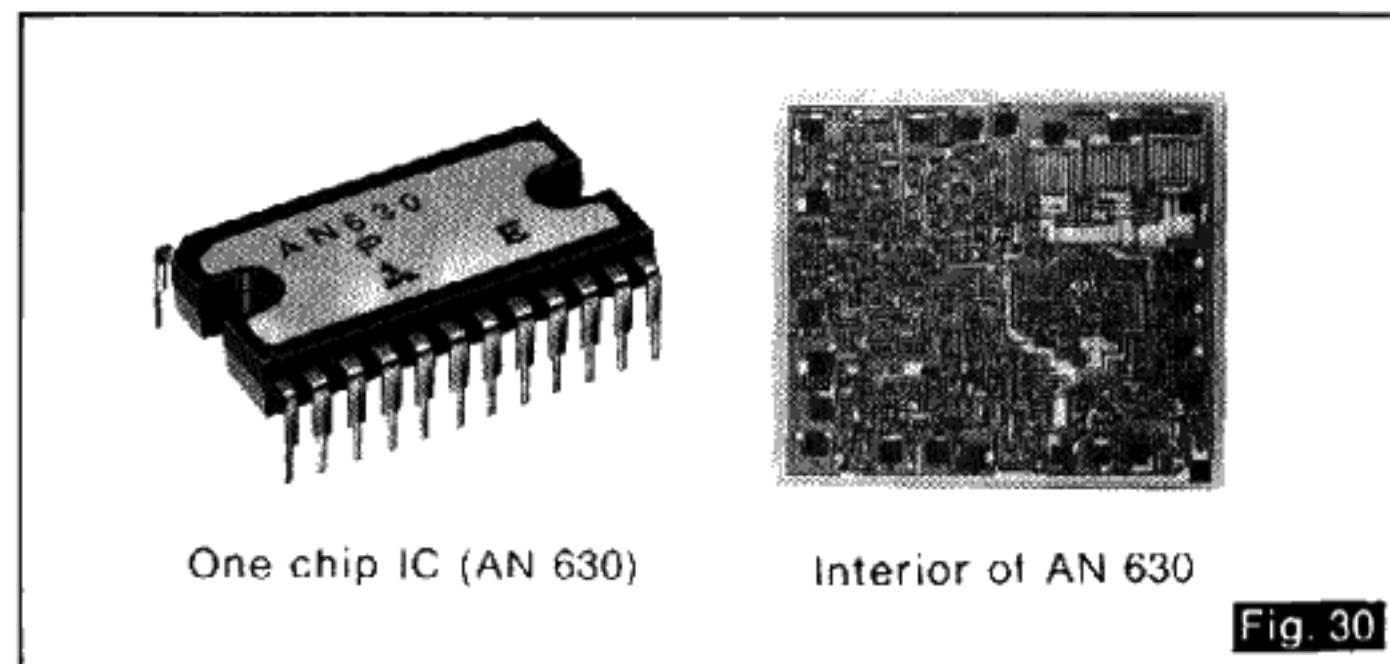

Fig. 30
- **Dependable one chip IC.** (See Fig. 30).